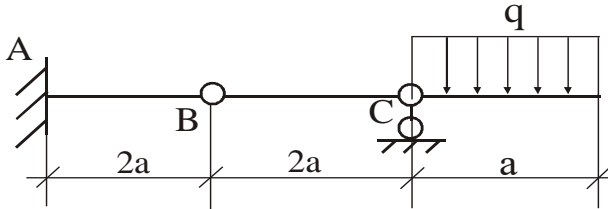

Рис. 11
1. Построить эпюры Q и M для заданной балки (рис. 11).
2. Если принять $g = 4$ кН/м; $a = 2$ м; $EI = \text{const}$, то вертикальное перемещение шарнира В балки (рис.11) равно:
3. Подобрать сечение балки (рис. 11) в виде двутавра, если $[\sigma] = 100$ МПа.
4. Построить линию влияния опорной реакции R_A балки (рис. 11). С помощью линии влияния определить длину консоли, при которой величина опорной реакции R_A ,